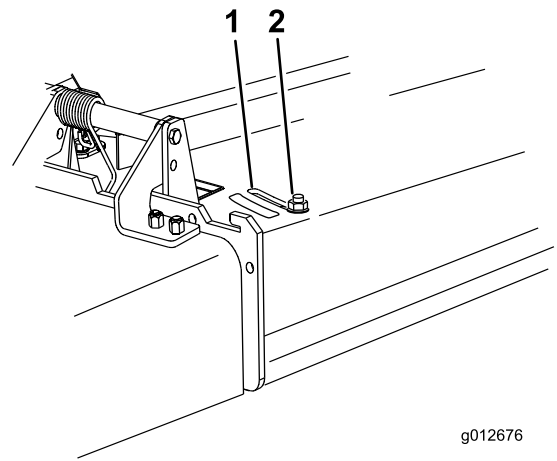

Figura 17
- Para ajustar el deflector, afloje la tuerca (Figura 17).